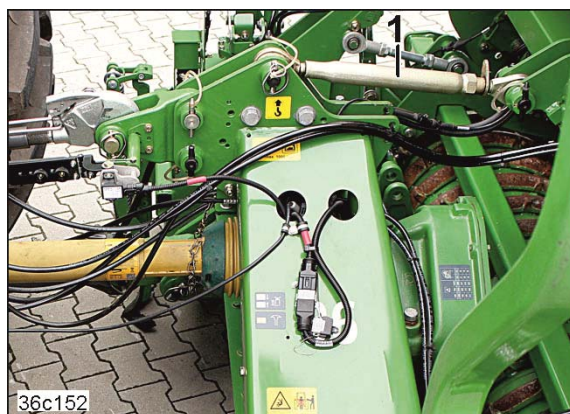

Fig. 221
2. Still inn lengden til toppstaget (Fig. 221/1). Innstillingslengden finner du i kapittelet "Koble sammen - etterhengt såmaskin og jordbearbeidingsmaskin", side 120.